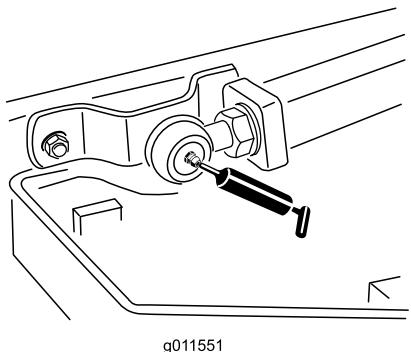

Figura 72
- Duas rótulas do braço de elevação (Figura 72)